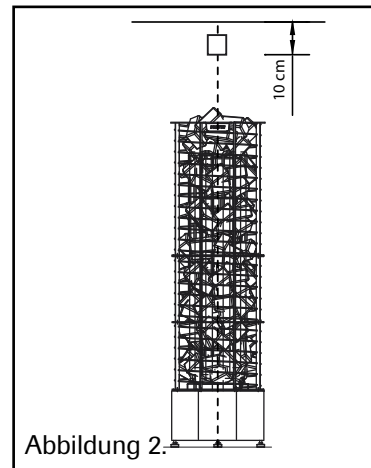

Abbildung 2.
- Montieren Sie den Fühler an der Wand oberhalb Ihres Elektro-Saunaofens, 100 mm unterhalb der Decke (s. Abb. 2).